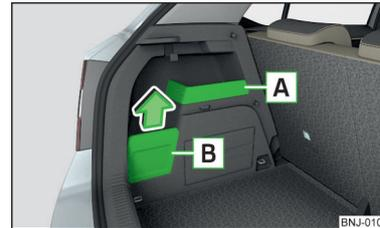

Abb. 94
- Das am haken aufgehängte gepäckstück, falls möglich, in das ablagefach **B** » Abb. 94 auf Seite 81 einlegen - anderenfalls besteht die gefahr einer beschädigung der ablagefachabdeckung.
- Wird am haken ein gepäckstück mit einem gewicht von mehr als 2,5 kg aufgehängt, dann empfehlen wir, die ablagefachabdeckung **B** » Abb. 94 auf Seite 81 abzunehmen - anderenfalls besteht die gefahr einer beschädigung der ablagefachabdeckung.
Das fest verbaute ablagefach **A** » Abb. 94 ist zum ablegen von kleinen gegenständen bis zu einem gesamtgewicht von 1,5 kg geeignet.